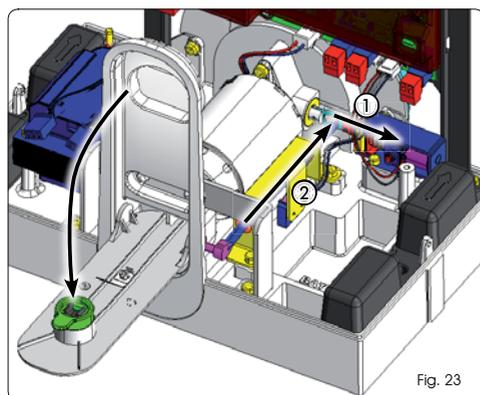

Fig. 23
En abaissant le levier de déblocage, on agit aussi bien sur le verrouillage du moteur, en le reculant (Fig. 23 réf. ①), que sur le micro-interrupteur de sécurité qui force l'automatisme en position de STOP (Fig. 23 réf. ②).